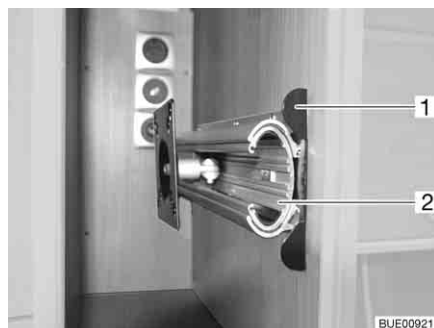

Fig. 61 Soporte en el armario de TV
- Hundir el listón de desbloqueo (Fig. 61,1).
- Extraer el dispositivo de extracción (Fig. 61,2) hasta el tope.
- Introducir el dispositivo de extracción (Fig. 61,2) hasta que engatille el listón de desbloqueo (Fig. 61,1).